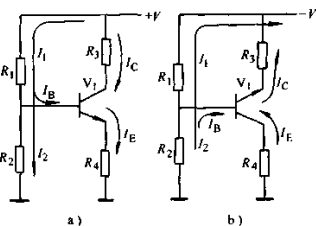

图 1-68 NPN 型三极管分压式偏置电路
(2) 分压式偏置电路。如图 1-68 所示是分压式偏置电路, 其中图 a 所示是采用正电源供电的 NPN 型三极管电路, 图 b 所示是采用负电源供电的 PNP 型三极管电路。